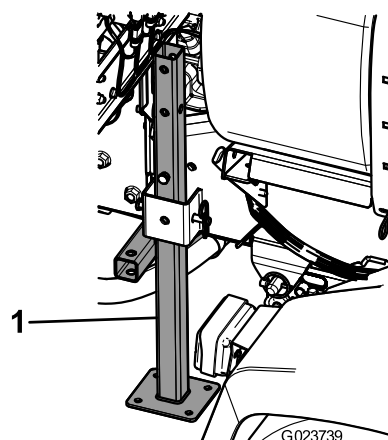

Figura 48
3. Introducei suporturile de cric posterioare de jos în sus în cadru, lângă punctele posterioare de ancorare (Figura 48).